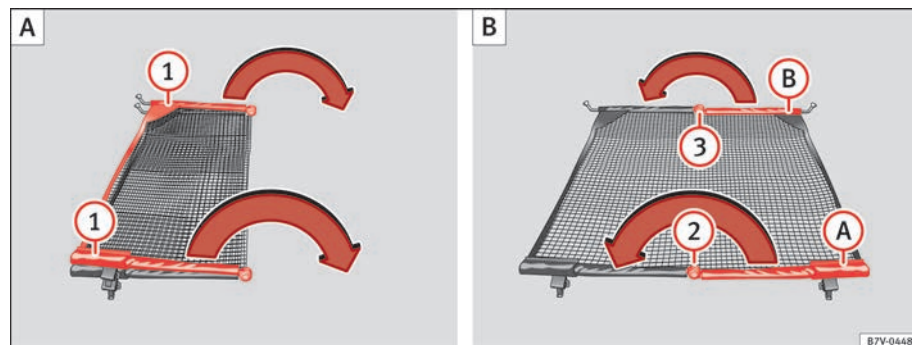

Fig. 93 Desplegar la red de separación ① y plegarla de nuevo ② y ③.
⇒ fig. 93 ① en la dirección de la flecha hasta que se oiga un “clic”.
- Pulse el botón de desbloqueo ⇒ fig. 93 **(2)** y pliegue la varilla **(A)** en la dirección de la flecha con el botón de desbloqueo pulsado.